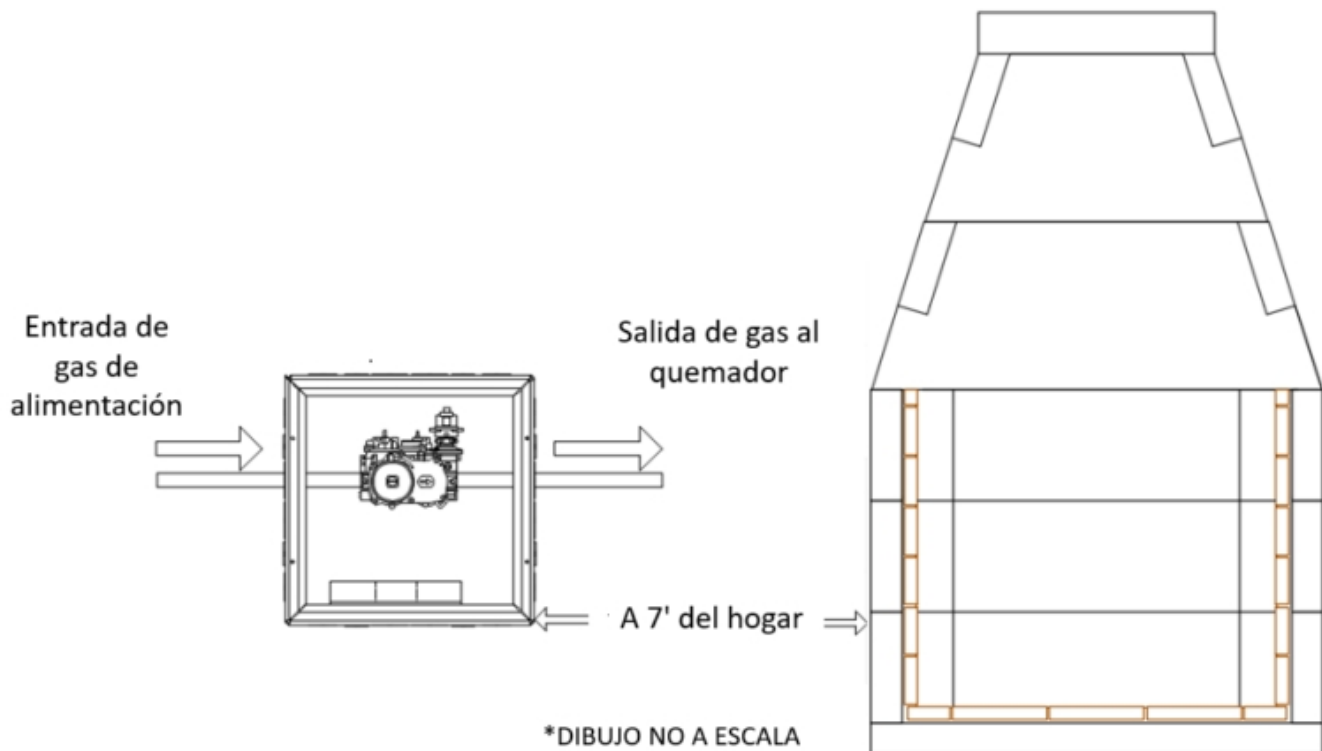

FIGURA 34
1. La caja de control de la válvula viene con un cable de 110" para el montaje del indicador piloto; por lo tanto, la caja debe montarse a menos de 7' del hogar. (Figura 34)